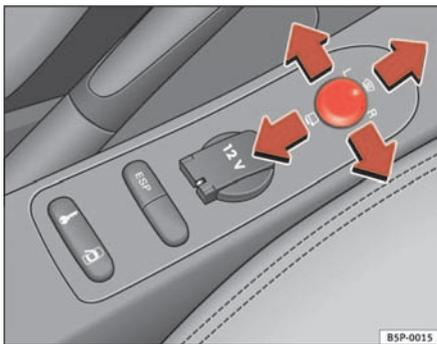

Fig. 89 Commande des rétroviseurs extérieurs
1. Tournez le bouton rotatif ⇒ fig. 89 en position **L (rétroviseur extérieur gauche)**.
- Tournez la commande vers l'avant, en position centrale ⇒ fig. 89 , afin que les rétroviseurs thermiques se réchauffent et que la fonction de pare-brise chauffant* au niveau de la zone de contact des balais soit activée ⇒ page 126.
- Tournez le bouton rotatif ⇒ fig. 89 en position  pour rabattre les rétroviseurs extérieurs. Pour éviter tout dégât, il est conseillé de toujours rabattre les rétroviseurs extérieurs lorsque vous passez dans une installation de lavage automatique.